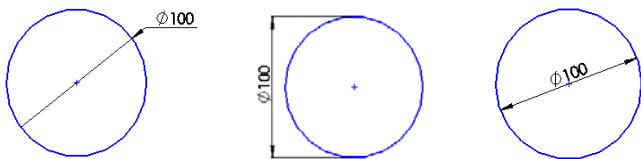

图 2-89 圆尺寸的标注形式图示
4. 圆尺寸标注比较简单，标注方式为：执行标注命令，直接选取圆上任意点，然后拖出尺寸到要放置的位置单击，在“修改”对话框中输入要修改的直径数值。单击对话框中的“确定”图标按钮, 即可完成圆尺寸标注。根据尺寸位置不同，通常圆分为 3 种标注方式，如图 2-89 所示。